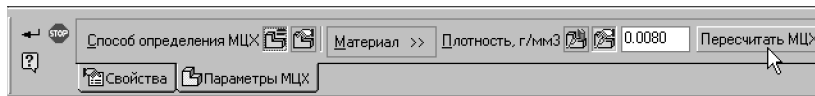

Рис. 94.9. Задание плотности модели
- ▼ Задание материала и плотности (см. раздел 94.1.1 на с. 96) (рис. 94.9). Указанная плотность будет использована для всех тел модели, которым не задана собственная плотность. Масса детали определяется как суммарная масса ее тел, а масса сборки — как суммарная масса тел и компонентов.